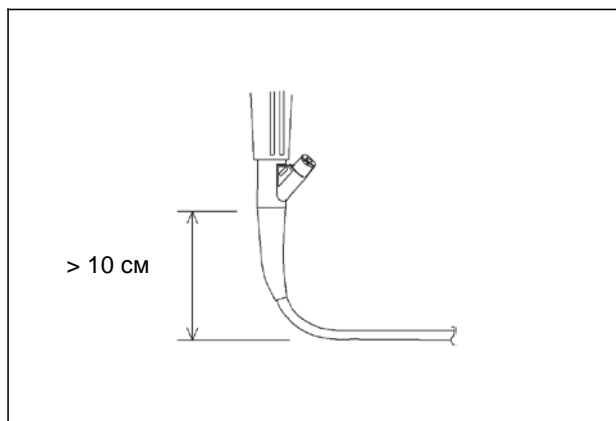

Рис. 4.2
- Не позволяйте вводящей трубке изгибаться на расстоянии 10 см или менее от соединения с основанием. Возможно повреждение вводящей трубки (Рис. 4.2).